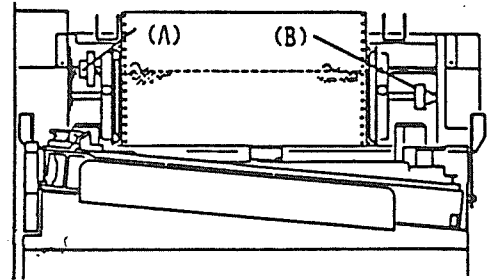

FIG. 18
La molette (A), FIG. 18, permet de déplacer le papier verticalement, les tracteurs étant débrayés.
La molette (B), FIG. 18, permet un réglage horizontal FIN du papier, les tracteurs étant débrayés.